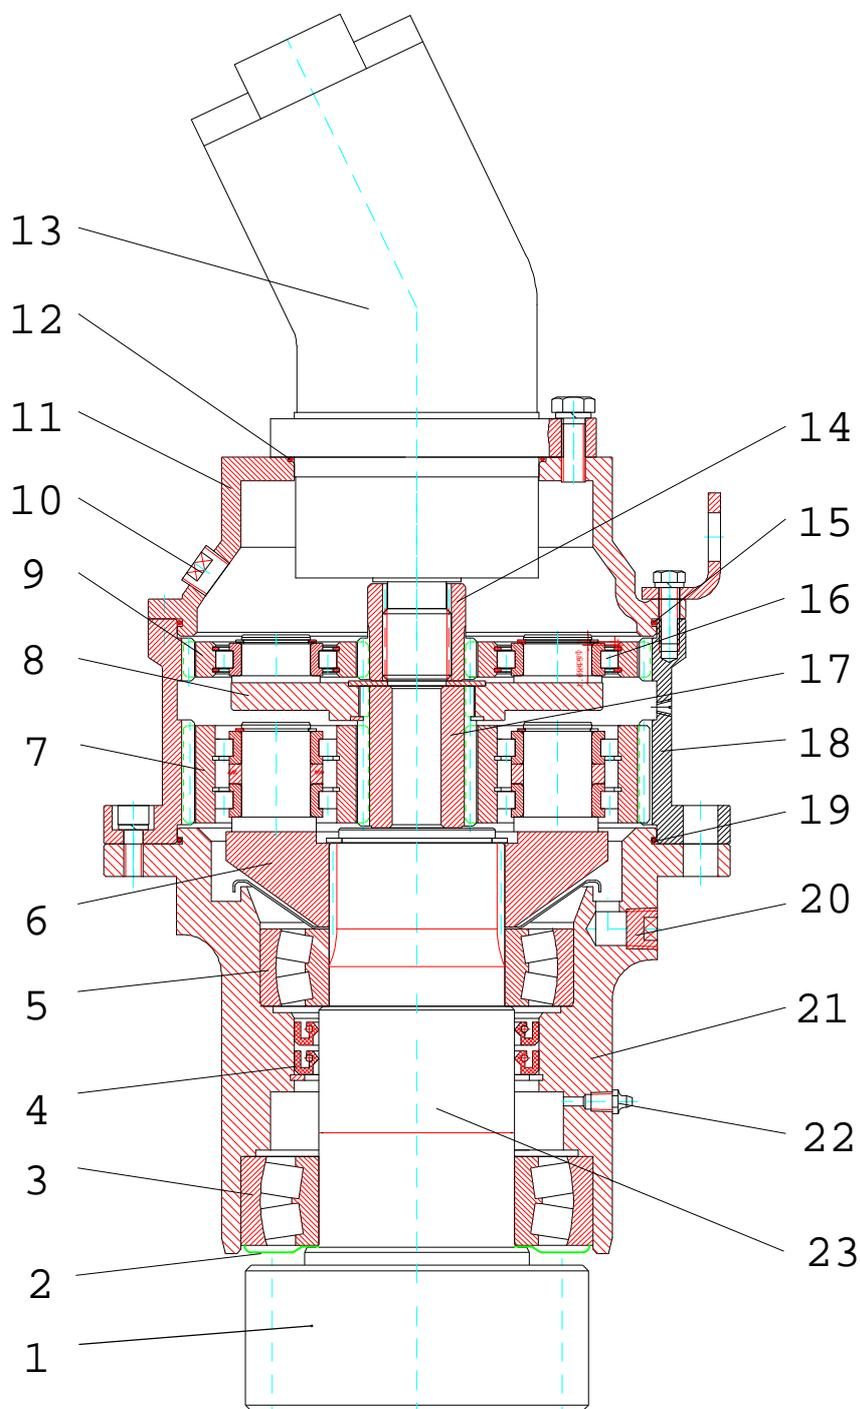

Рис. 23 Механизм поворота
2.1 МЕХАНИЗМ ПОВОРОТА (РИС. 23)